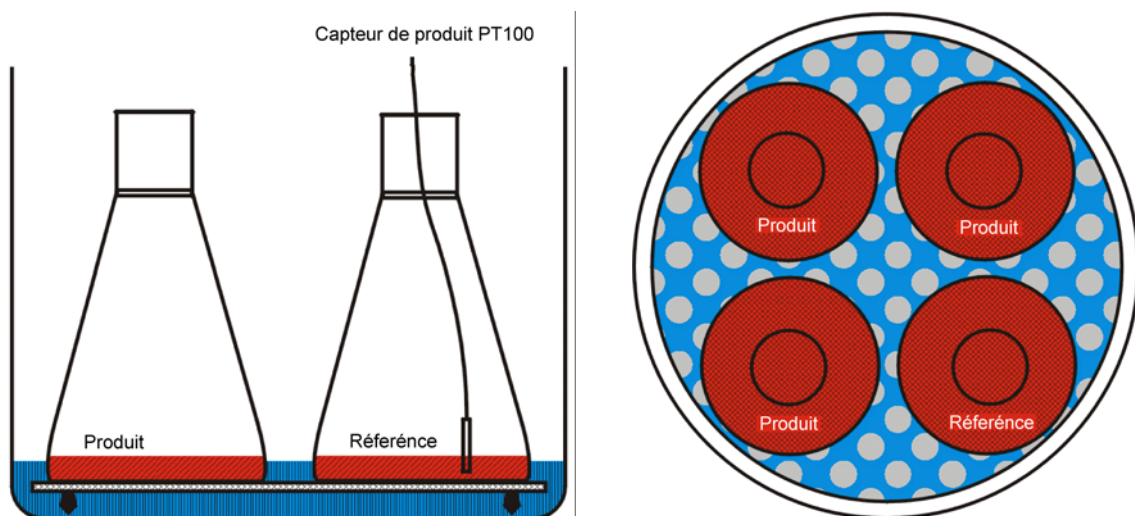

Figure 3.2: positionnement des récipients dans la cuve - exemple
Le MEDIACLAVE est connecté et déconnecté grâce à un commutateur principal. Ce dernier se trouve derrière sur la paroi latérale droite. Après la connexion, une initialisation ainsi qu'un autocontrôle sont effectués. S'ils sont réussis, le capot de protection s'ouvre automatiquement et l'unité d'affichage montre l'affichage de démarrage (voir figure 3.2).
Le MediaClave est commandé avec 4 touches de commande et une unité d'affichage graphique (voir figure 3.2). Après le démarrage, 6 options de menu sont disponibles:
1. Actionner la touche **LANGUE** (affichage de démarrage, voir figures 3.2 et 3.3)